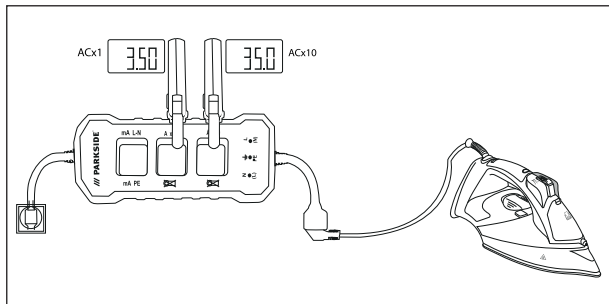

Fig. 1
- 4) Aflæs ledningsstrømmens værdier på ringen **A x1** **2**, eller divider den aflæste værdi på ringen **A x10** **3** med 10 (se fig. 1)